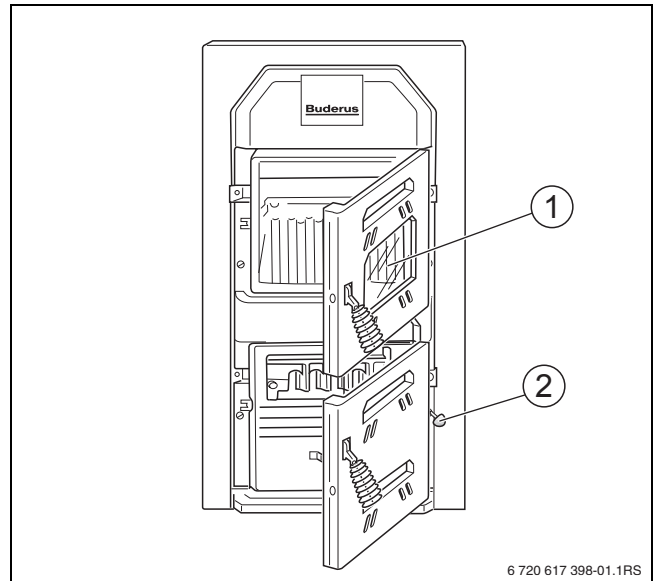

Bild 9 Entaschen
- ▶ Rüttelstange (→ Bild 9, [2]) betätigen.
- ▶ Leichte Verschmutzung der Sichtfensterscheibe (→ Bild 9 [1], Seite 12) mit feuchtem Tuch entfernen.